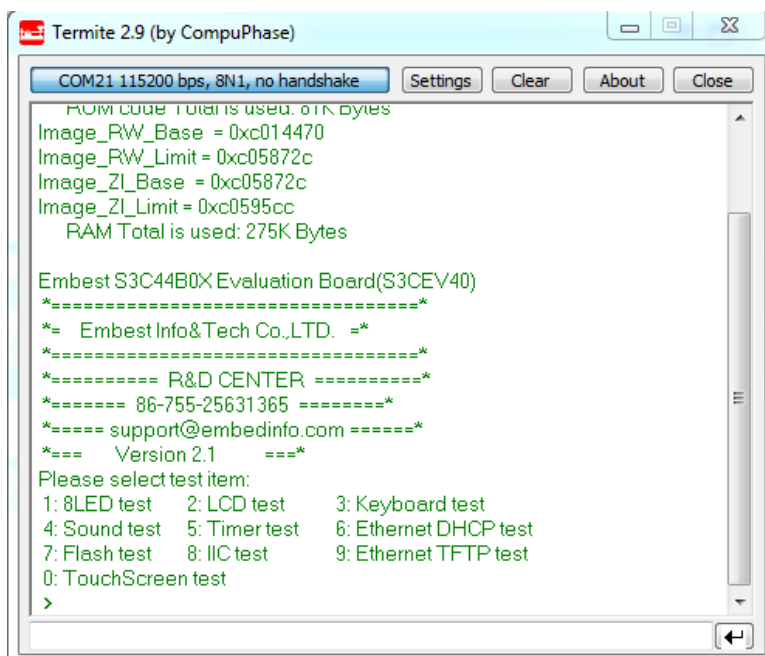

Figura 6: Mensaje por defecto de la placa S3CEV40 enviado por el puerto serie UART0.
- Encender la placa y comprobar que se muestra el mismo mensaje que en el LCD (ver Figura 6).